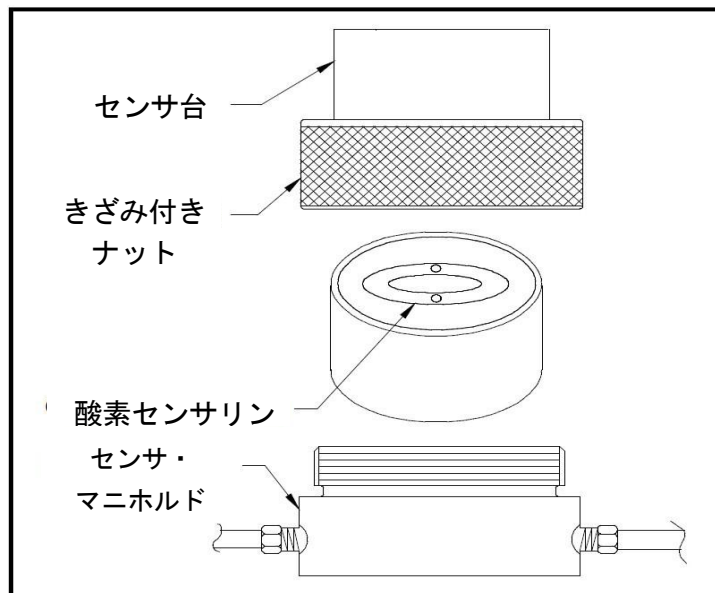

図6: 酸素センサ設置
oxy.IQ に新しい、または交換用の酸素センサを取り付けるためには、下図 6 を参照し、以下の手順を完了してください。
6. センサの向きを整え、センサ台でセンサの金めっき電極がばね押し接点のピンに向き合っている状態にします（図 6 参照）。oxy.IQ 電子モジュールの下部にあるセンサ台の中に、酸素センサをしっかりと押し込みます。